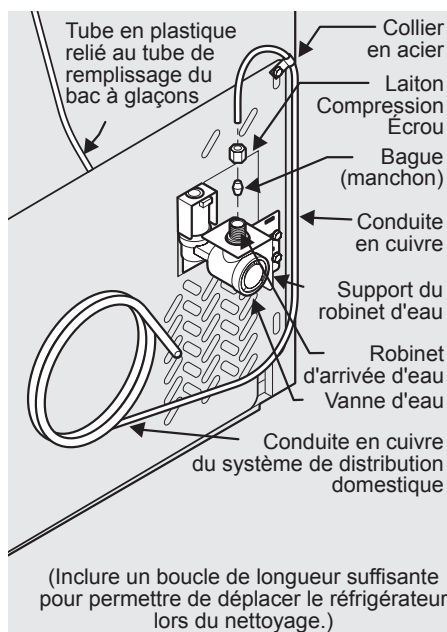

Figure 1
4. **Si vous utilisez une conduite en cuivre** – glissez l'écrou de compression en cuivre, puis la bague d'extrémité (manchon) sur la conduite d'alimentation. Poussez la conduite aussi loin que possible dans la valve d'entrée d'eau (6,4 mm ou 1/4 po). Glissez la bague de serrage (manchon) dans la valve d'entrée et serrez l'écrou de compression à la main sur la valve. Serrez d'un autre demi-tour à l'aide d'une clé; ÉVITER de trop serrer. Voir la Figure 1.